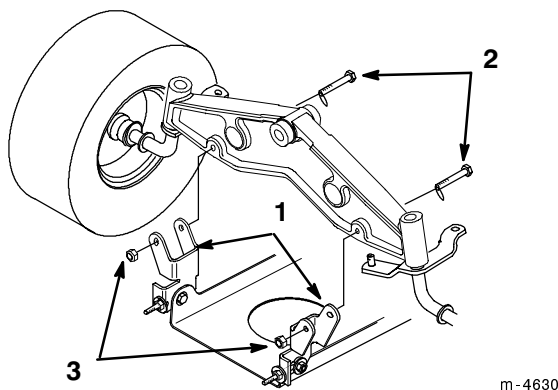

Figure 45
- Fixez les supports de pivots du plateau de coupe à l'essieu avant à l'aide des boulons et des contre-écrous (Fig. 45).